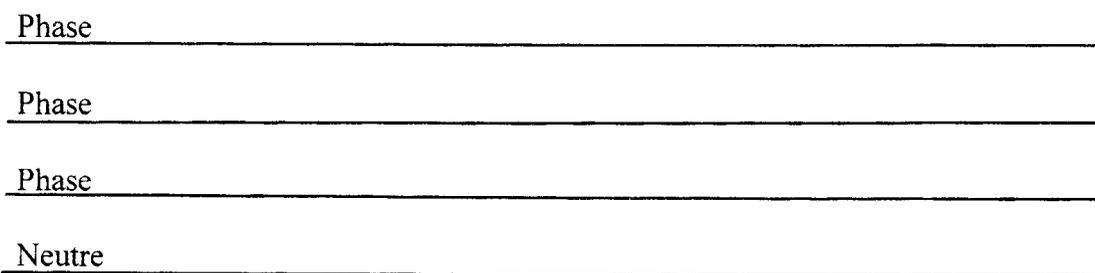

Figure 2
2.1. Représenter le schéma de couplage des conducteurs en indiquant une tension simple  $v$  et une tension composée  $u$  sur la figure 2 du document réponse